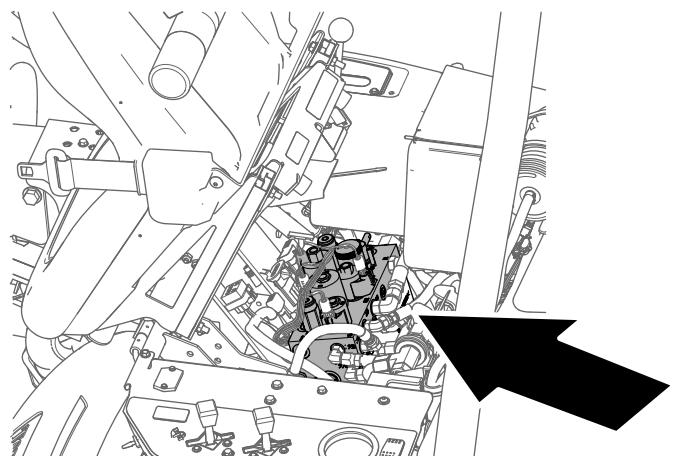

Figura 52
4. Incline el asiento del operador hacia adelante y coloque la varilla de sujeción (Figura 52).